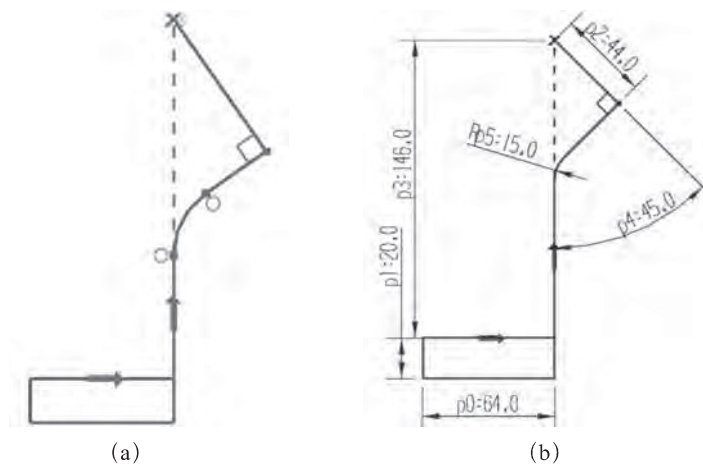

图 2-50 草图绘制过程一
- ✧ 绘制矩形并尺寸约束，即使用“轮廓”线绘制如图2-50 (a) 所示的直线-圆弧-直线，尺寸约束后如图2-50 (b) 所示。